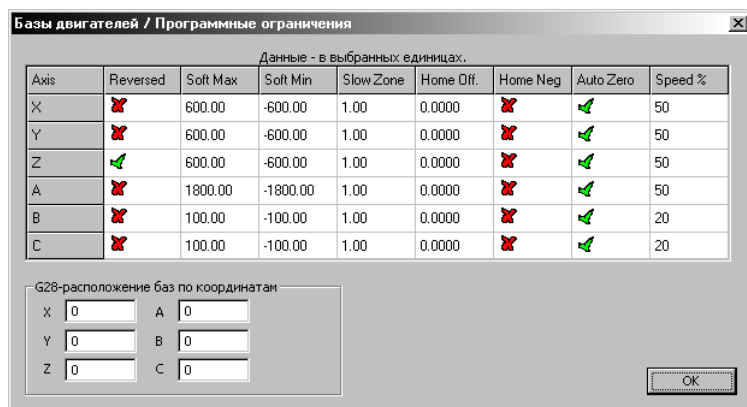

Рис. 23. Окно Базы/Ограничения.
10. Зайти в меню **Конфигурации – Базы/Ограничения** (Рис. 23). Установить параметры согласно рисунку. Параметры могут быть изменены пользователем в зависимости от конкретной задачи. Настройки определяют рабочую зону станка и направления перемещений к концевым выключателям.